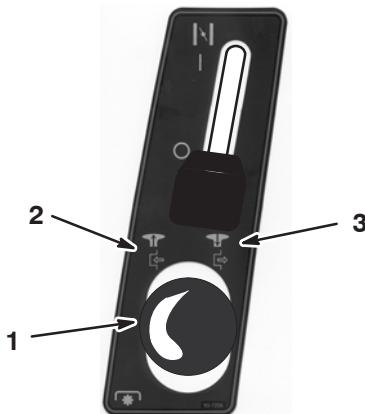

Bild 4
2. Stellen Sie das Zapfwellenantriebshandrad (ZWA) auf „Eingekuppelt“ (Bild 4).
2. Stellen Sie das Zapfwellenantriebshandrad (ZWA) auf „Ausekuppelt“ (Bild 4).